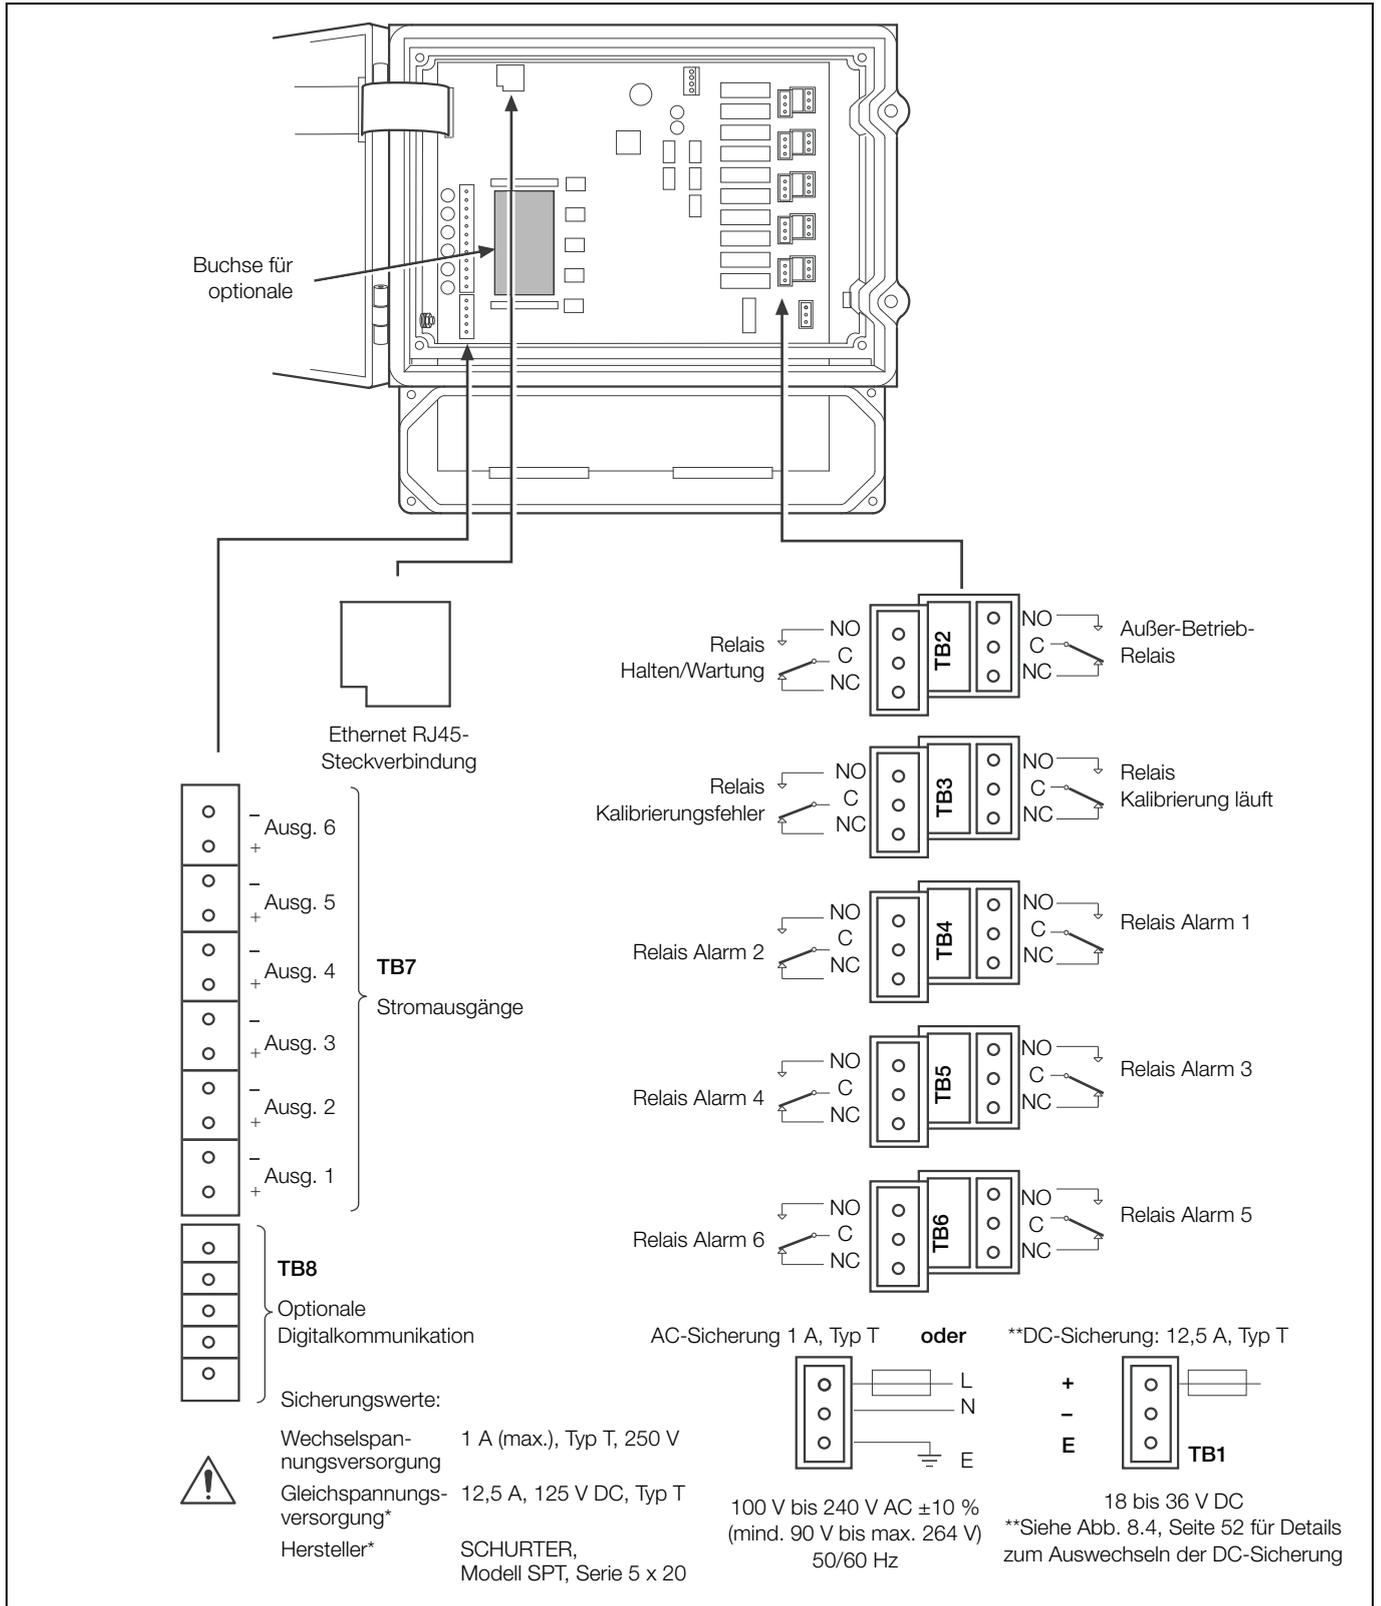
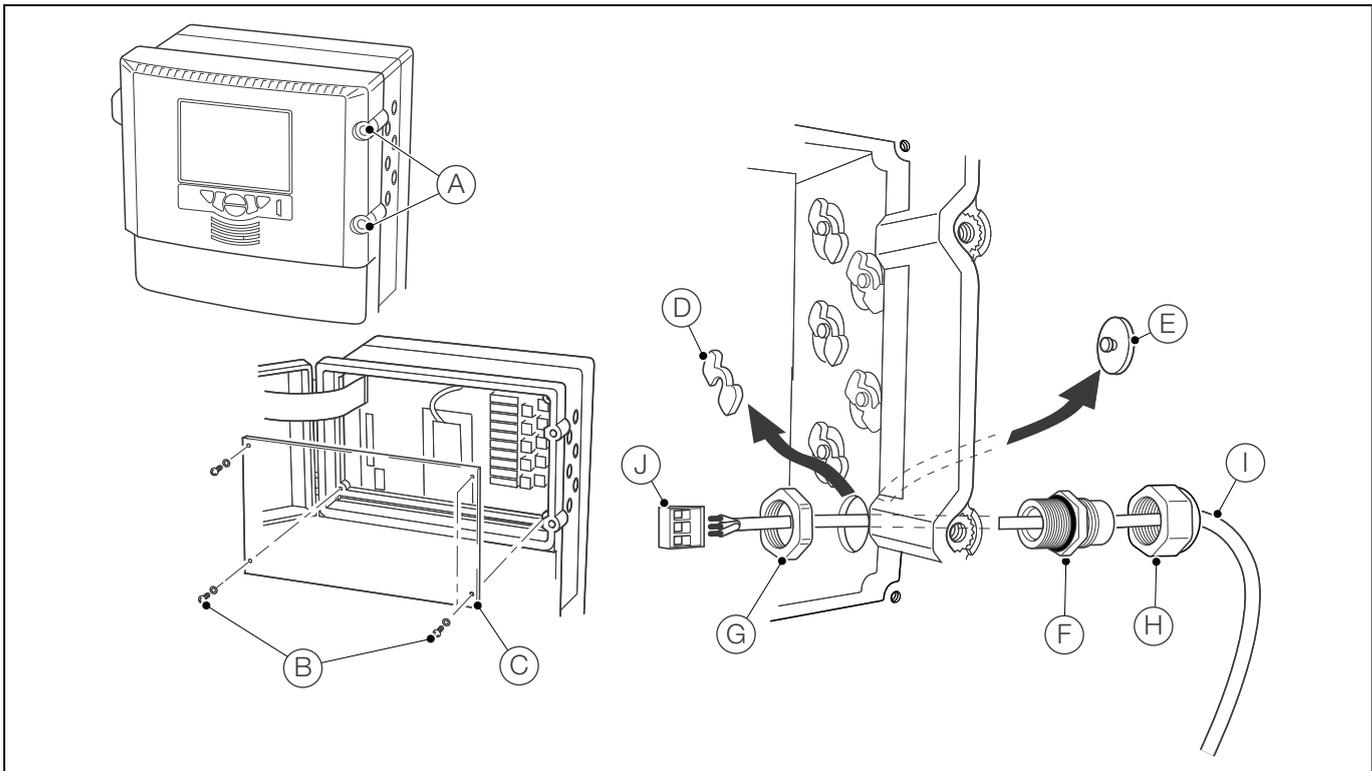
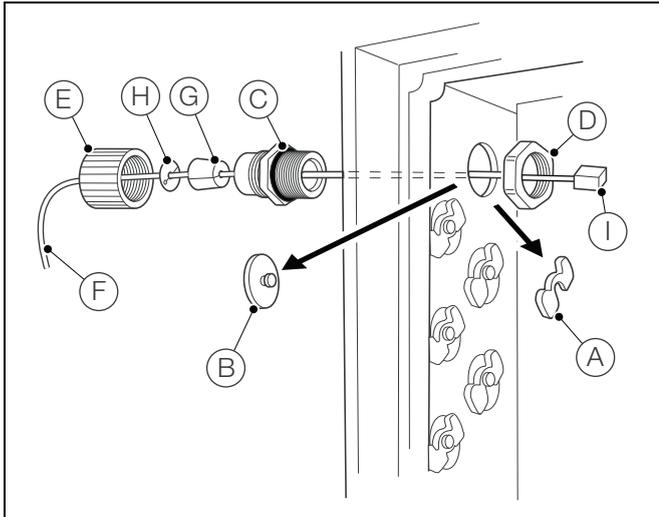

Abb. 4.8 Anschlussübersicht
Abb. 4.9 Verwenden und Herstellen von elektrischen Verbindungen
Abb. 4.10 Ethernet-Anschlüsse
- Achten Sie darauf, dass die richtigen Sicherungen installiert sind (siehe Sicherungsdetails Abb. 4.8, Seite 19).
- Definitionen zu den Beschriftungen der Anschlüsse auf der Anwendungsplatine für die Anschlussklemmen finden Sie in Abb. 4.8, Seite 19.
Erläuterungen zu Abb. 4.9:
1. Drehen Sie die Klappenbefestigungsschrauben (A)  $\frac{1}{4}$  Umdrehung gegen den Uhrzeigersinn, und öffnen Sie die Elektronikeinheitklappe.
2. Entfernen Sie die vier Schrauben (B) mit einem Kreuzschlitz-Schraubendreher, und nehmen Sie die transparente Abdeckplatte (C) ab.
3. Entfernen Sie an allen erforderlichen Kabeleingängen den Blindstopfen, indem Sie die Sicherungsklammer (D) vom Blindstopfen (E) schieben.
4. Bringen Sie die Kabelverschraubung (F) an, und befestigen Sie sie mit der Mutter (G).
5. Entfernen Sie die Stopfbuchsenmutter (H) und ziehen Sie das Kabel (I) durch diese hindurch.
6. Ziehen Sie das Kabel durch die Kabelverschraubung (F) in das Gehäuse der Elektronikeinheit.
7. Entfernen Sie alle Stecker (J) und verbinden Sie die Kabelenden unter Verwendung eines kleinen Schlitz-Schraubendrehers mit dem Stecker. Achten Sie darauf, dass die Drähte mit den richtigen Klemmen verbunden sind (siehe Abb. 4.8, Seite 19).
9. Ziehen Sie die Stopfbuchsenmutter (H) jeder Verbindung fest.
11. Bringen Sie die transparente Abdeckplatte (C) wieder an, und befestigen Sie sie mit den vier Schrauben (B).
12. Schließen Sie die Elektronikeinheitklappe, und drehen Sie die Klappenbefestigungsschrauben (A)  $\frac{1}{4}$  Umdrehung im Uhrzeigersinn, um die Klappe zu sichern.
1. Erläuterungen zu Abb. 4.9:
- a. Drehen Sie die Klappenbefestigungsschrauben (A)  $\frac{1}{4}$  Umdrehung gegen den Uhrzeigersinn, und öffnen Sie die Elektronikeinheitklappe.
- b. Entfernen Sie die vier Schrauben (B) mit einem Kreuzschlitz-Schraubendreher, und nehmen Sie die transparente Abdeckplatte (C) ab.
2. Erläuterungen zu Abb. 4.10:
- a. Entfernen Sie den Blindstopfen, indem Sie die Sicherungsklammer (A) vom Blindstopfen (B) schieben.
- b. Bringen Sie die Kabelverschraubung (C) an, und befestigen Sie sie mit der Mutter (D).
- c. Entfernen Sie die Stopfbuchsenmutter (E), und ziehen Sie das Kabel (F) durch diese durch.
- d. Montieren Sie die zweiteilige Hülse (G) und den Sprengring (H) am Kabel (F).
- e. Ziehen Sie das Kabel durch die Kabelverschraubung (C) in das Gehäuse der Elektronikeinheit.
- f. Stecken Sie den RJ45-Steckverbinder (I) in die RJ45-Buchse auf der Anwendungsplatine (Position siehe Abb. 4.8, Seite 19), und ziehen Sie die Stopfbuchsenmutter (E) fest.
3. Erläuterungen zu Abb. 4.9:
- a. Bringen Sie die transparente Abdeckplatte (C) wieder an, und befestigen Sie sie mit den vier Schrauben (B).
- b. Schließen Sie die Elektronikeinheitklappe, und drehen Sie die Klappenbefestigungsschrauben (A)  $\frac{1}{4}$  Umdrehung im Uhrzeigersinn, um die Klappe zu sichern.